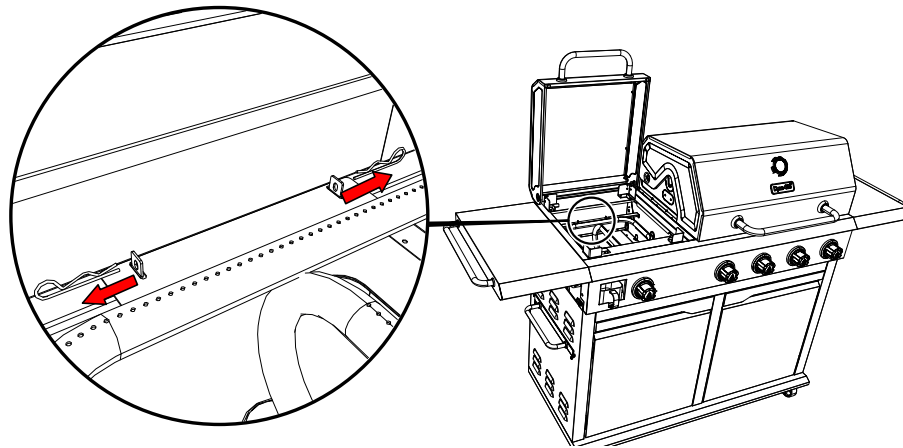

Figura 2
3. Retire los pasadores de ambas bisagras, como se muestra en la Figura 2.